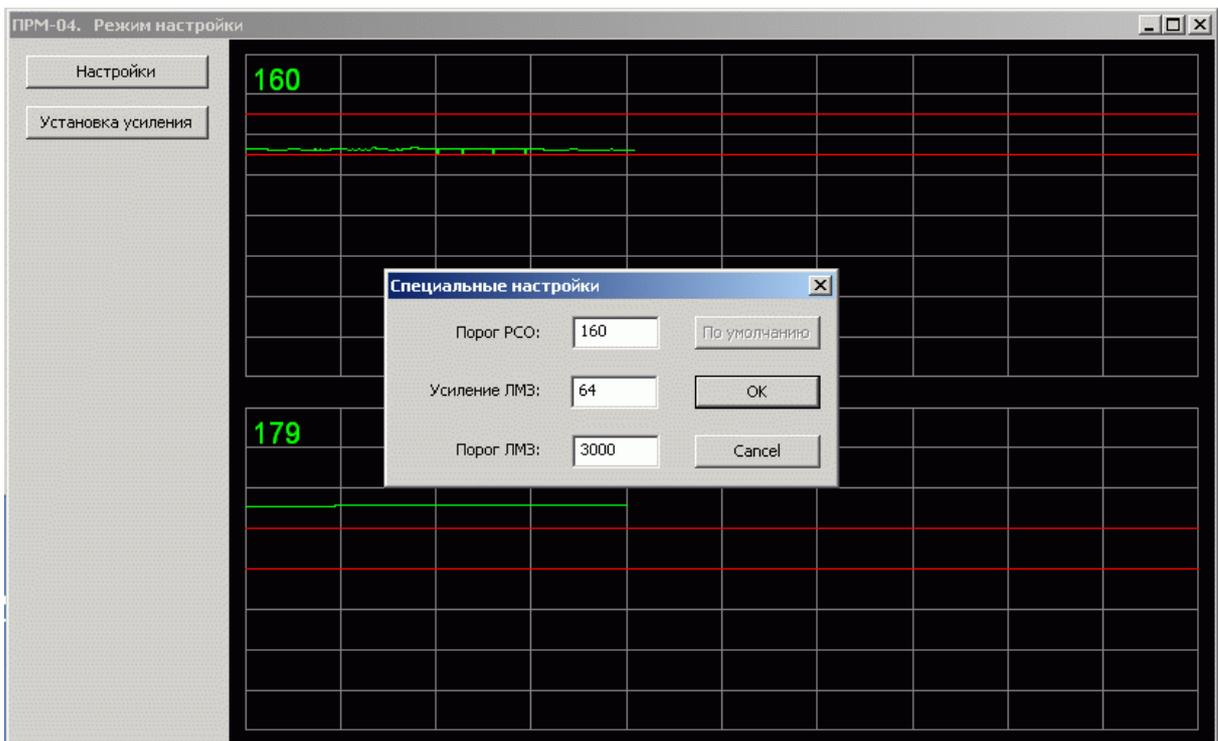

Рисунок 2.6 – окно «Настройки»
- 2.7.10. В правой части окна «Режим настройки» доступны две кнопки: «Настройки» и «Установить усиление». В окне «Настройки» (рис. 2.6) устанавливается чувствительность РСО и ЛМЗ.